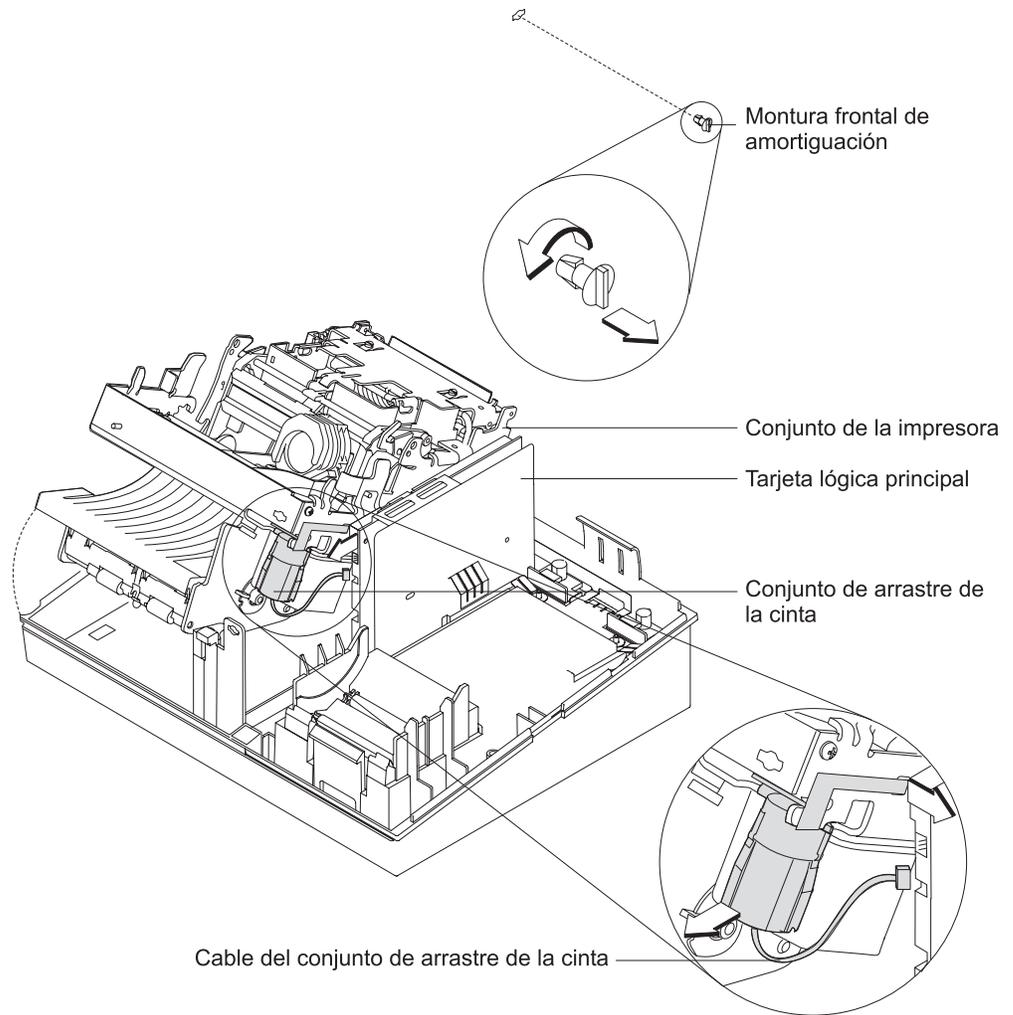

Figura 4-10. Extracción del conjunto de arrastre de la cinta
3. Extraiga la **montura frontal de amortiguación** girándola 1/4 de vuelta en sentido contrario a las agujas del reloj (el extremo del nervio estará en posición horizontal) y, a continuación, extráigalo. Consulte la Figura 4-10 en la página 4-15.
4. Desconecte el **cable del conjunto de arrastre de la cinta** de la tarjeta lógica principal. Consulte la Figura 4-10 en la página 4-15.